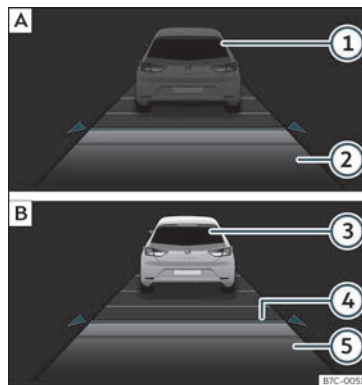

Fig. 216 A la pantalla del quadre d'instruments: **A)** ACC inactiu (Standby). **B)** ACC actiu.
Indicacions a la pantalla » **fig. 216:**
Quan l'ACC està connectat, al quadre d'instruments s'hi il·lumina l'indicador de control verd (E) i a la pantalla s'hi mostra la velocitat programada i l'estat de l'ACC >>> **fig. 216**.
i la distància. La imatge del quadre passarà a mode Actiu >>> **fig. 216** ⑧.
- Per programar la velocitat, desplaceu la tercera palanca cap amunt (+) o cap avall (-) fins a la velocitat desitjada >>> **fig. 216** ⑥. L'ajust de la velocitat es realitza en intervals de 10 km/h (6 mph).
A la pantalla del quadre d'instruments es modifica el nivell de distància seleccionat >>> **fig. 216** ④. Es pot escollir entre 5 nivells de distància. CUPRA recomana el nivell 3. La »